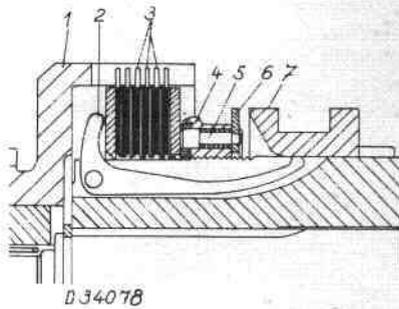
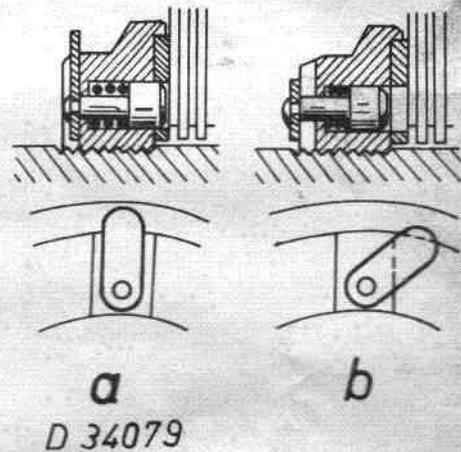

Fig. 134 - Embrayage à disques, coupe
Fig. 138 - a) Ecrou de réglage bloqué
- b) Dévisser l'écrou de réglage 4 (fig. 134 - 139) en tirant vers l'arrière et en tournant le loquet (fig. 138).
position de verrouillage (fig. 138) pour qu'il puisse s'enclencher chaque fois que l'écrou de réglage avance d'un trou.
- d) L'embrayage doit être réglé de sorte que la force soit transmise sans patinage, et qu'en débrayant la rotation de la cloche d'embrayage 1 (fig. 134) soit interrompue.